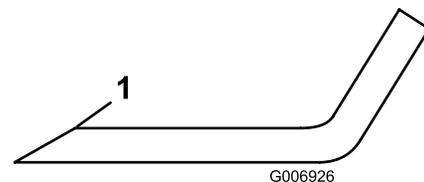

Figura 61
3. Inspeccione los filos de corte de todas las cuchillas. Afilelos si están romos o tienen mellas. Afile únicamente la parte superior del filo y mantenga el ángulo de corte original para asegurar un filo correcto (Figura 61). La cuchilla permanecerá equilibrada si se retira la misma cantidad de metal de ambos bordes de corte.